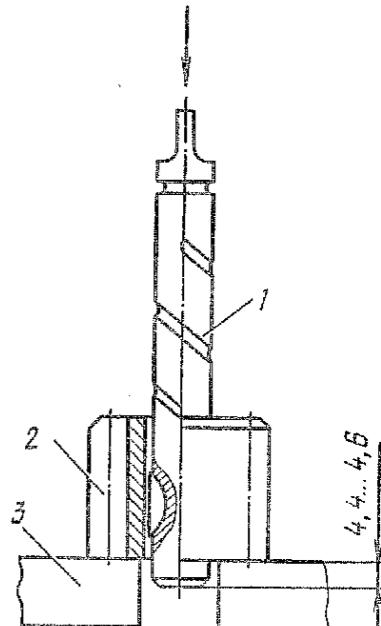

Рис. 105. Напрессовка ведущей шестерни на валик масляного насоса:
3.2. Установить ведущую шестерню 2 (рис. 105) в тиски и ударами молотка через медную наставку по валику 1 напрессовать на валик ведущую шестернию 2 (тиски 1-150, молоток 500 г, наставка медная).